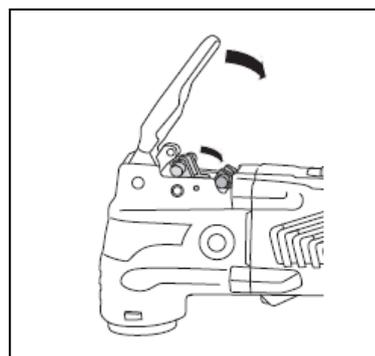

Рис. 6
3. Закройте рычаг шпинделя для фиксации насадки на шпинделе (рис. 6).